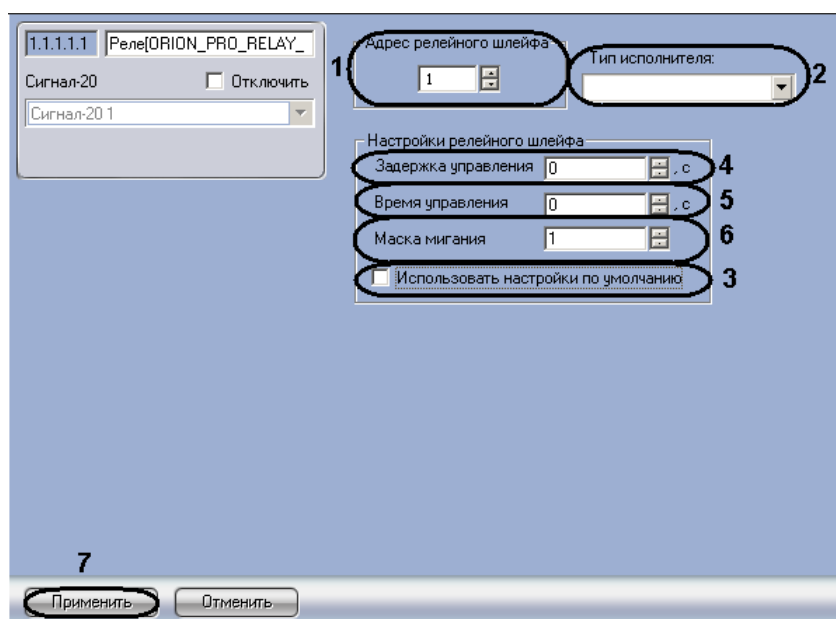

Рис. 3.3—15 Панель настроек объекта Реле
2. В поле **Адрес релейного шлейфа** ввести текущий адрес реле (см. Рис. 3.3—15, 1). Настоятельно не рекомендуется изменять адрес реле. В случае, если все же возникла такая необходимость, следует учитывать, что адрес реле не должен совпадать с адресами шлейфов, считывателей и других реле, созданных на базе того же объекта, что и настраиваемый.
3. Из раскрывающегося списка **Тип исполнителя** необходимо выбрать вариант отображения значка реле на карте (см. Рис. 3.3—15, 2).